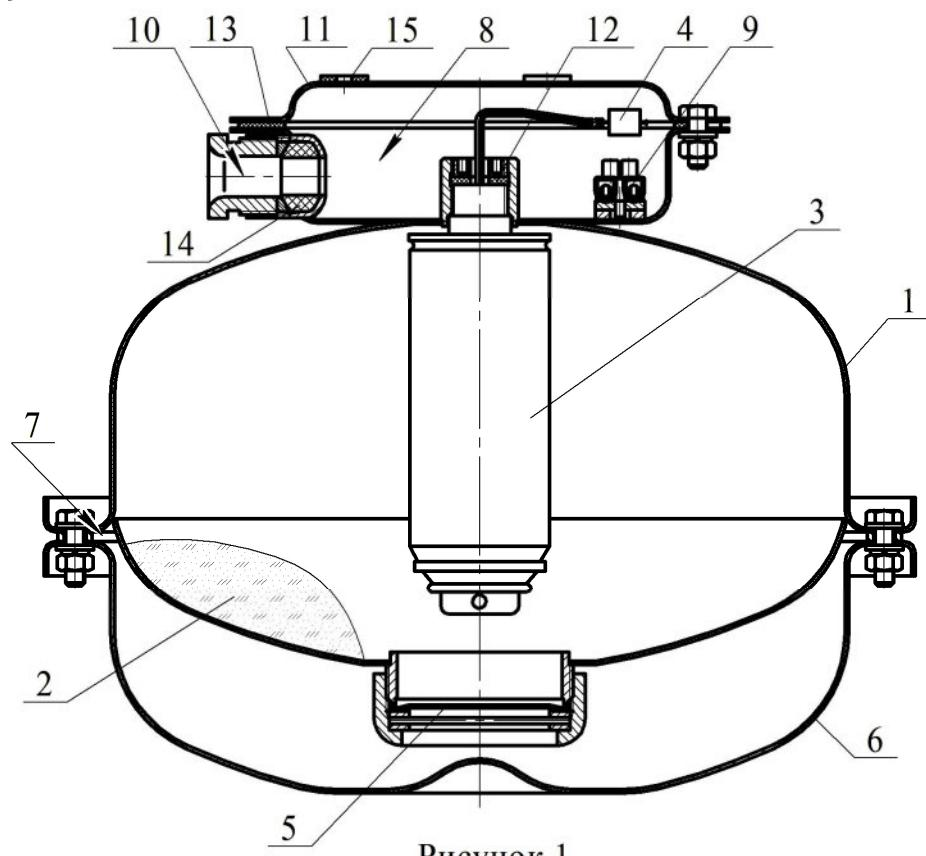

Рисунок 1
МПП (см. рисунок 1) состоит из корпуса **1**, в котором размещаются огнетушащий порошок (далее по тексту ОП) **2** и источник холодного газа (далее по тексту ИХГ) **3** с элементом электропусковым **4**. Сопловое отверстие для выхода ОП из корпуса перекрыто мембранный **5**. Со стороны соплового отверстия корпус **1** соединен с отражателем **6**. Насадок-распылитель **7** для выхода ОП представляет щелевой зазор между корпусом **1** отражателем **6**.
После подачи электрического импульса на выводы элемента электро-пускового **4 ИХГ 3** (см. рисунок 1) генерирует газ, который вспушивает ОП **2** и создает давление внутри корпуса МПП для вскрытия мембранны **5** и выброса через насадок-распылитель **7** струи ОП в зону горения.
2.1.3 Через резиновые прокладки **15** (см. рисунок 1) закрепить кронштейн **11** (см. рисунок 1) на потолке, стене, полу или иной несущей поверхности. Координаты отверстий в кронштейне, предназначенном для крепления МПП, показаны на рисунке 3.
2.1.4 Через резиновую прокладку **13** (см. рисунок 1) состыковать МПП с кронштейном и закрепить соединение гайками.